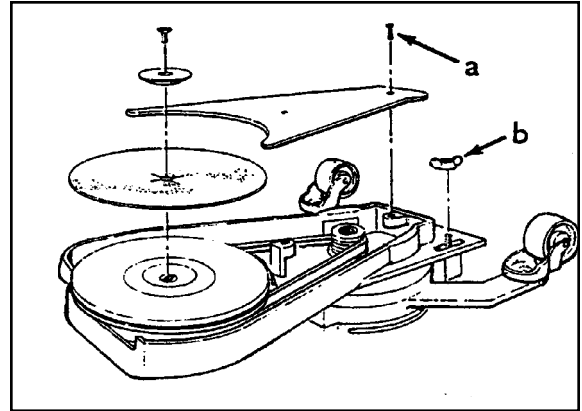
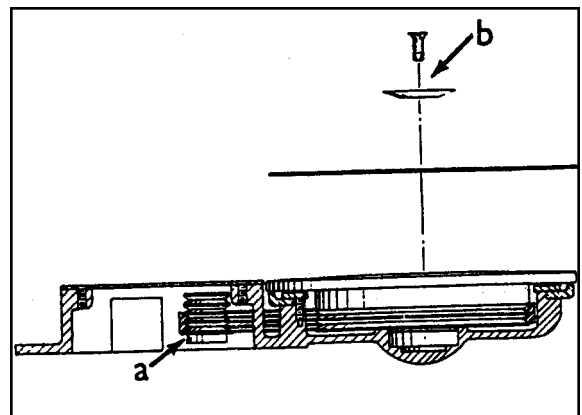

Abbildung 3
Abbildung 4
2. Entfernen Sie die Riemenabdeckung (Abbildung 3-a). Positionieren Sie den Vorsatz über dem Motor und lockern Sie die Flügelschraube (Abbildung 3-b). **Ziehen Sie den Antriebsriemen die unter Nut der Motorriemenscheibe auf – siehe Abbildung 4-a (für den das Schleifteil mit 178 mm Scheibe).** Die obere Nut ist für die Verwendung der Schleifteile mit kleinerem Durchmesser vorgesehen. Spannen Sie den Antriebsriemen und ziehen Sie dann die Flügelschrauben an. Drehen Sie den Schleifteller, um den Sitz des Antriebsriemens auf der Motorriemenscheibe und seine Führung in den Riemenritzen des Schleiftellers zu überprüfen.
4. Entfernen Sie die Schraube und die Halterung des Schleifmaterials. Zentrieren Sie das Schleifmaterial auf dem Pad und stellen Sie die Halterung des Schleifmaterials und die Schraube fest. (Abbildung 4-b)